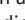

Fig. 155 Na parte superior do console central: interruptor para ligar e desligar as luzes de advertência.
2. Ligar as luzes de advertência com o interruptor  → Fig. 155.
As luzes de advertência também podem ser desligadas ao pressionar o interruptor  no painel de instrumentos → Fig. 155. <